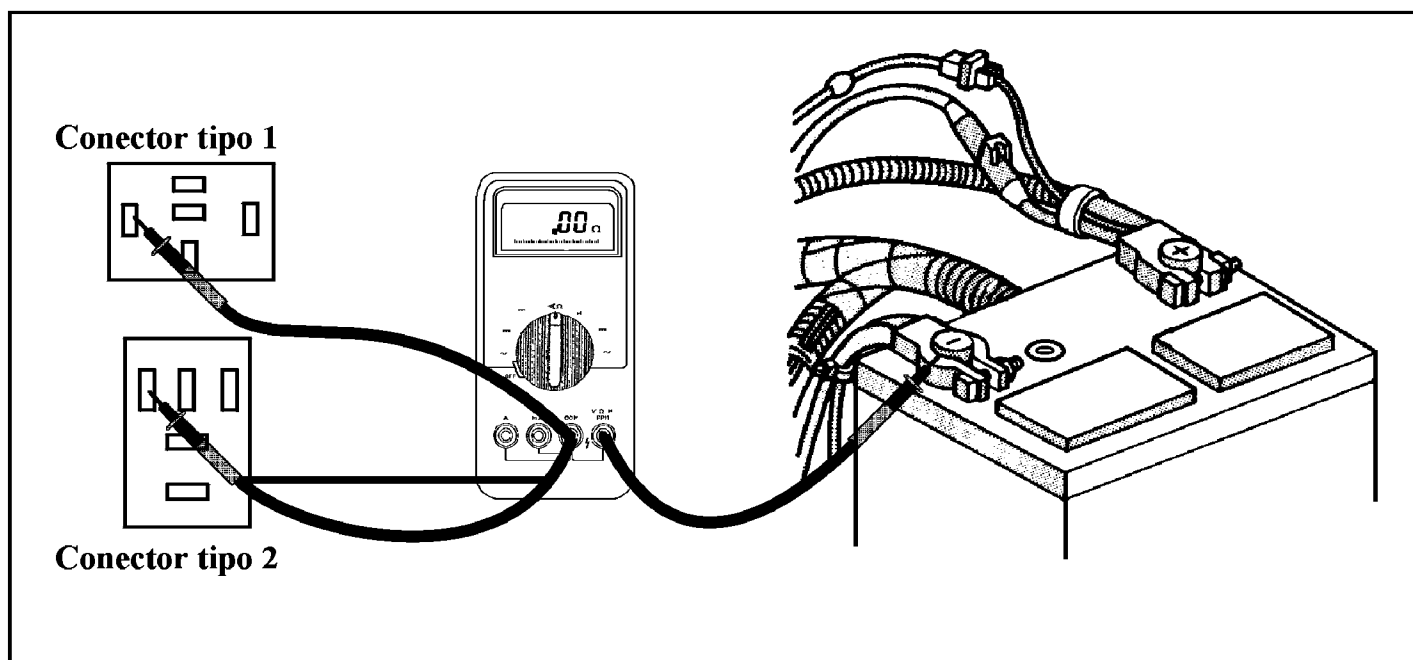

Figura 19
- Vea si hay continuidad entre el terminal negativo de la batería y el conector del relé como se ve en la figura 19. Si un abierto es observado, repare el alambre. Si hay continuidad, vaya al proximo paso.